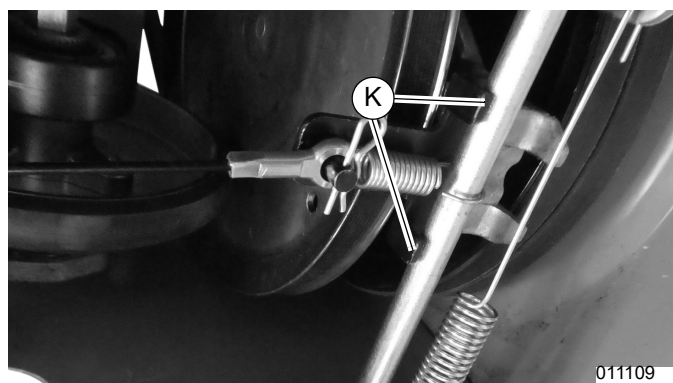

Figura 4-16. Lengüetas de los extremos del soporte del disco de fricción
5. Retire el resorte de transmisión de tracción (I) del bastidor con alicates.
6. Retire la correa de transmisión de tracción (J) de la polea del motor y déjela frente a la polea.
7. Consulte la Figura 4-16. Observe cómo están ubicadas las lengüetas de los extremos (K) del soporte del disco de fricción en ambos lados del puntal delantero. Se deben instalar de esta manera cuando se vuelva a montar.